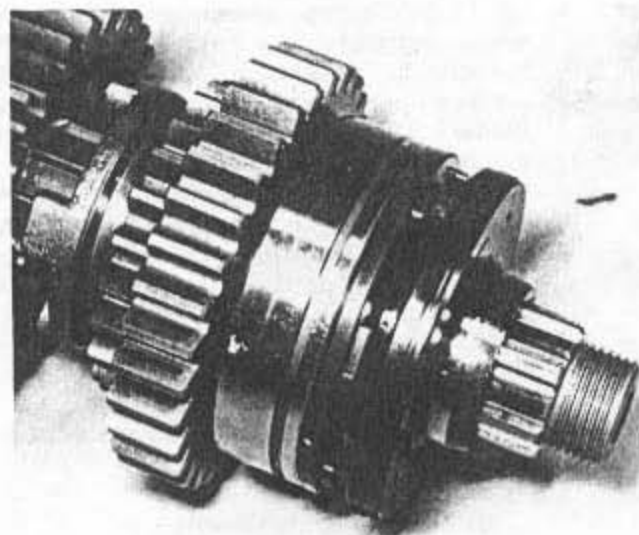

Bild 77
- Die obere Motorgehäusehälfte so anordnen, dass sie auf den Zylinderstehbolzen und der hinteren Partie des Gehäuses ruht. Vor dem Einbau müssen die Getriebewellen vollständig zusammengebaut werden, d. h. mit Zahnrädern, Lagern und Wellendichtringen. Um Beschädigung zu vermeiden, sind die Dichtlippen der Wellendichtringe vor dem Einbau einzuölen. Man beachte, dass die Nebenwelle mit zwei nebeneinanderliegenden Wellendichtringen versehen ist (Bild 77). Der innere Wellendichtring, welcher gegen die Stirnfläche des Getriebelagers gesetzt ist, muss so angeordnet werden, dass die nach Manier der Kronenmutter angebrachten Zungen nach aussen zeigen. Der äussere Wellendichtring ist so zu montieren, dass die hohe Seite nach innen zeigt.